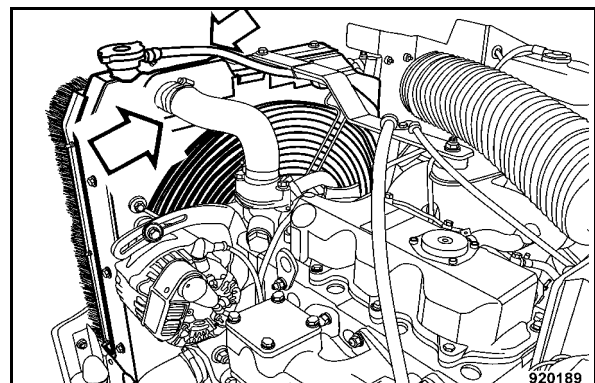

Fig. 150
- Vérifier l'état et la fixation de toutes les conduites flexibles et des brides du radiateur (Fig. 150).